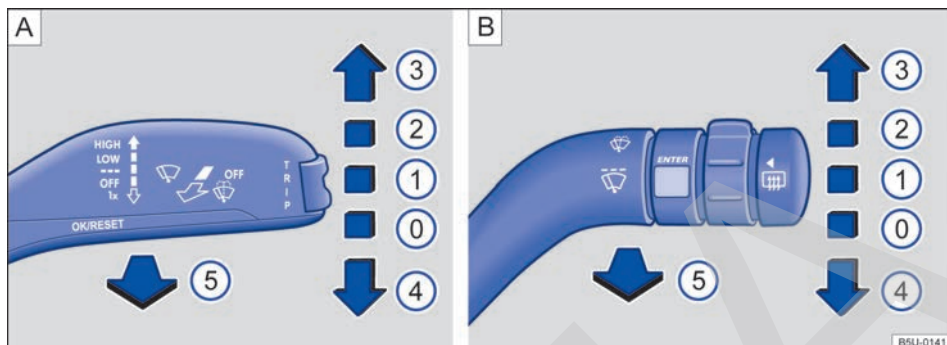

Fig. 73 (A) variante 1 y (B) variante 2: comandar los limpiaparabrisas / lavaparabrisas.
| ① | | Temporizador de los limpiaparabrisas. Con el interruptor ⇒ fig. 73 ①, regular los intervalos (vehículos sin sensor de lluvia y luz) o la sensibilidad del sensor de lluvia y luz. |